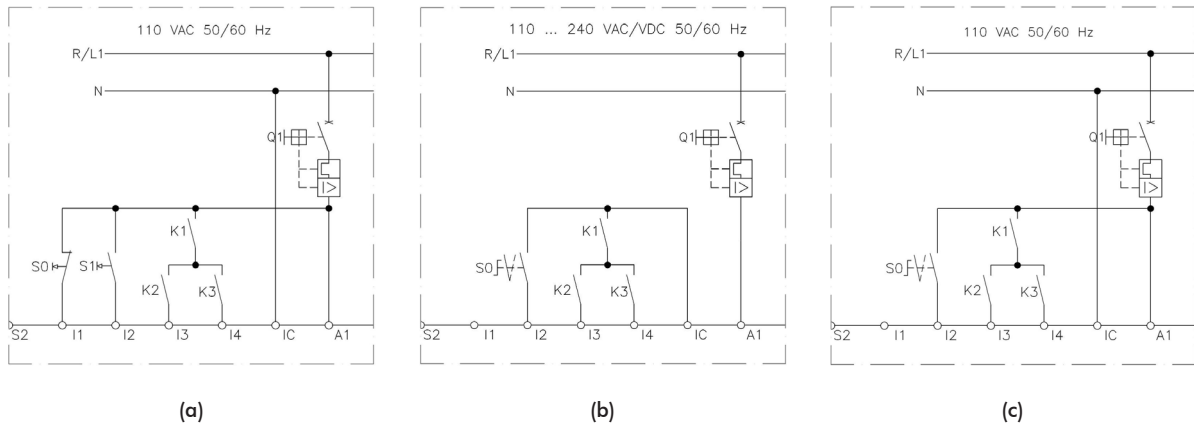

Figura 5.13 (a) - Detalle modificación para accionamiento utilizando entradas digitales en 110 Vac y accionamiento por Pushbutton (P230= 1)
Para la unidad de control (UC) con entradas digitales en 110 Vca es destacada la modificación del esquema en la figura 5.13 (a). Para accionamiento a través de las entradas digitales (P229 o P232 = 0) en 24 Vcc, y en 110 Vca, utilizando lógica de control a dos cables (selector) (P230 = 0) es destacada las modificaciones del esquema en la figura 5.13 (b) y (c).